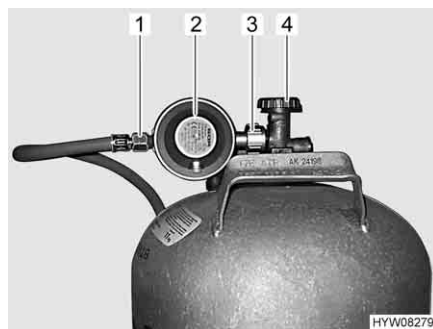

Fig. 89 Raccordo bombola del gas
- Chiudere la valvola principale di arresto (Fig. 89,4) della bombola del gas. Osservare la direzione della freccia.
- Tenere fermo il regolatore di pressione del gas (Fig. 89,2) e aprire il dado zigrinato (Fig. 89,3) (nella filettatura sinistra).
- Rimuovere il regolatore di pressione del gas con il tubo del gas (Fig. 89,1).
- Collocare il regolatore di pressione del gas (Fig. 89,2) con il tubo del gas (Fig. 89,1) sulla bombola del gas e serrare il dado zigrinato (Fig. 89,3) (generalmente filettatura sinistra). **Non** tirare con molta forza.